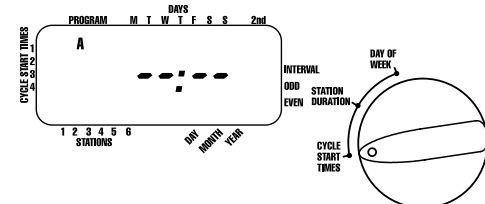

FIGURA 4: Display a cristalli liquidi con orario d'inizio
- Il procedimento d'impostazione dell'orario di inizio dei cicli è uguale per entrambi i programmi. Ruotare il quadrante circolare sulla posizione ORA D'INIZIO DEI CICLI (CYCLE START TIMES) nel programma che si desidera impostare. Il display visualizzerà una A o una B a seconda del programma che si è selezionato. Il display visualizzerà — : — e un cursore lampeggiante nella posizione ORA D'INIZIO DEI CICLI 1 [vedi Figura 4].